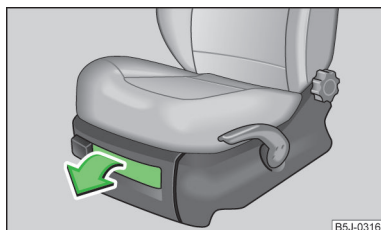

Fig. 89
- » Para abrir la tapa, tire del asa » fig. 89.